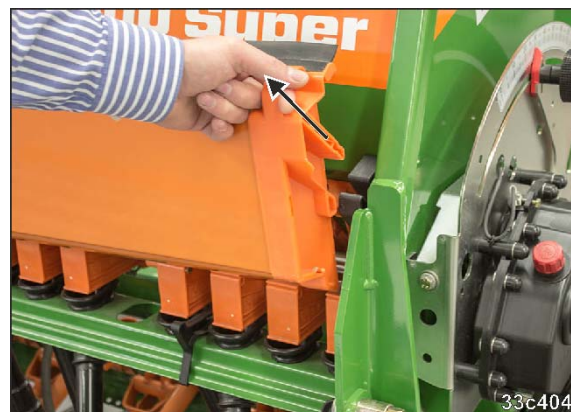

Fig. 116
1. Die Abdrehmulden (Fig. 116) vor der Einstellarbeit nach oben aus den Halterungen herausziehen und anschließend wieder einstecken.